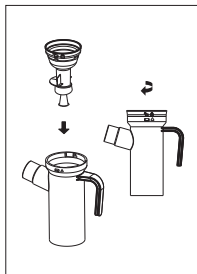

Рисунок 4.
- Установите дефлектор в чашку ингалятора и поверните его по часовой стрелке до совмещения символов  и  (Рисунок 4).